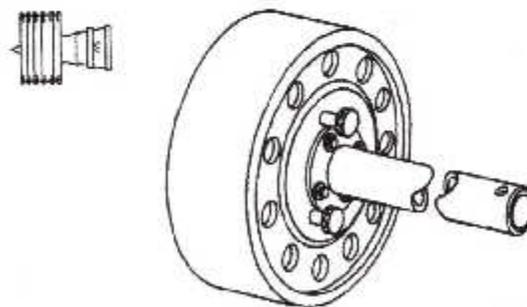
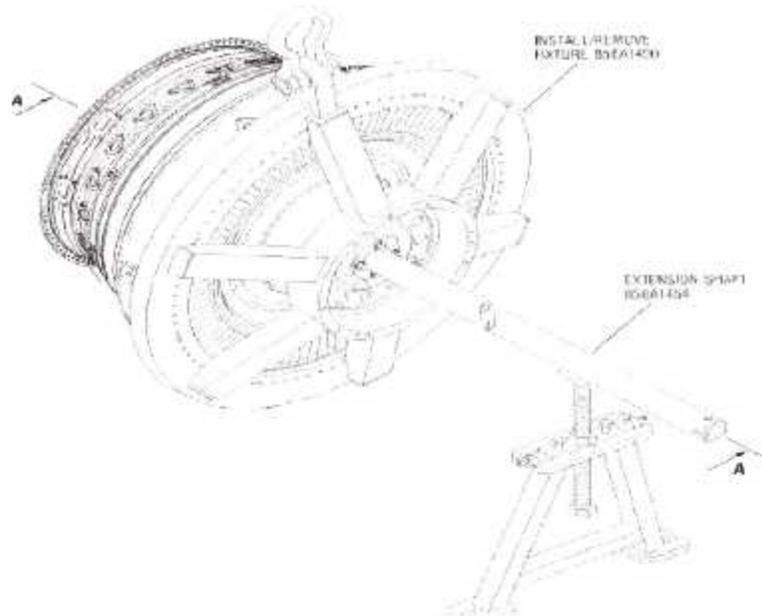

Fig. III. 90 : l'arbre de l'extension, 856A1454G01.
Fig. III.91 : Installation du Dispositif Installation/Enlèvement, 856A490G04 sur l'ensemble du carter HPT et 1 étage stator de LPT.
- f. Avec soin on installe l'arbre de l'extension, **856A1454G01**, (fig.III.90) dans l'arrière de l'arbre de la HPT. (fig. III. 91).